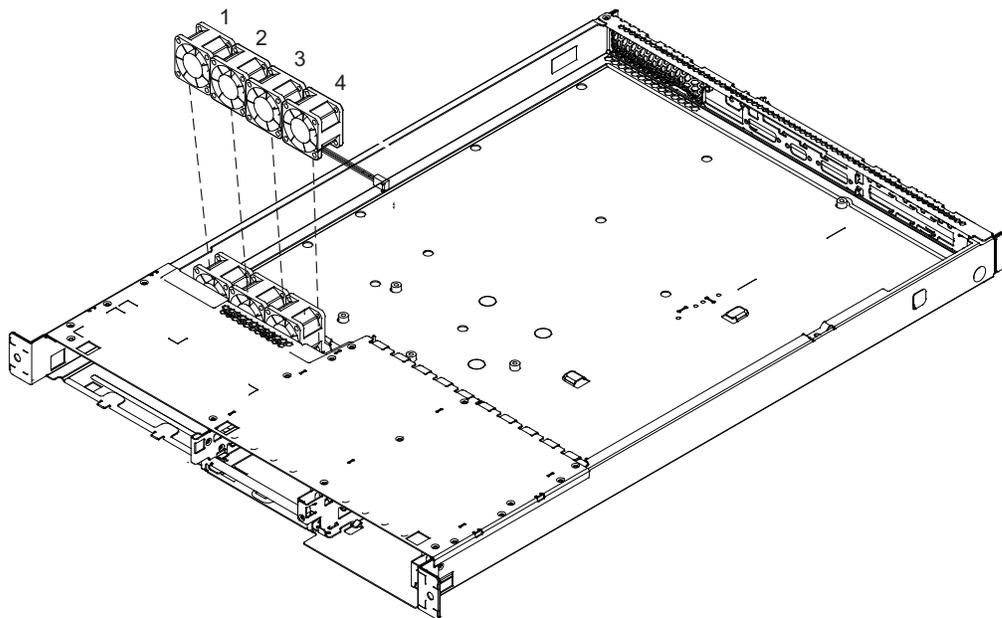

图 99. 卸下微处理器风扇
4. 请参阅图 99。
6. 风扇按从左到右的顺序编号为 1 到 4。请参阅图 99。将风扇向上抬，使之脱离固定夹。